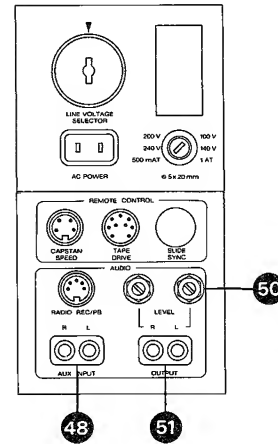

Fig. 9.10.
- NF-Millivoltmeter an Ausgang OUTPUT L (51) (Fig. 9.10.) anschliessen (1 V Bereich).
- Connect audio millivoltmeter to OUTPUT L (51) (fig. 9.10.) and select 1 V range.
- Raccordez un millivoltmètre BF à la sortie OUTPUT L (51), sensibilité 1 V (fig. 9.10.).